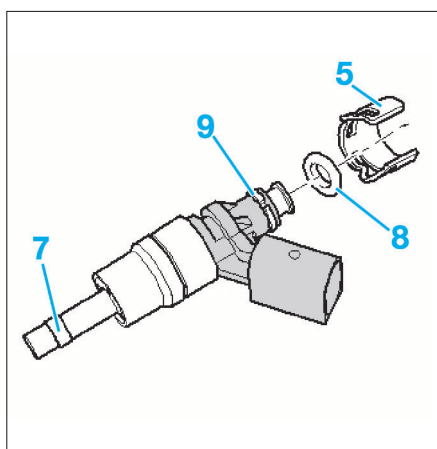

FIG. 44
- Déposer la bague d'appui (5) (Fig.44).
- Remplacer la bague-joint (7) (Fig.44) :
- Remplacer le joint torique (8) et l'enduire d'huile moteur propre (Fig.44).
- Remplacer la bague d'écartement (9) si nécessaire.
- Reposer la bague d'appui (5) sur l'injecteur.